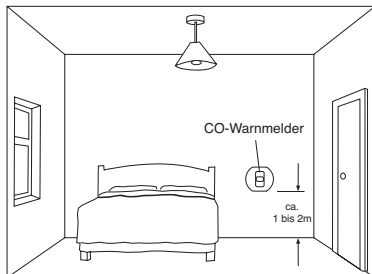

Bild 3
3.3.2 Bei Anbringung des CO-Warmmelders in Räumen ohne Brennstelle (siehe Bild 3)